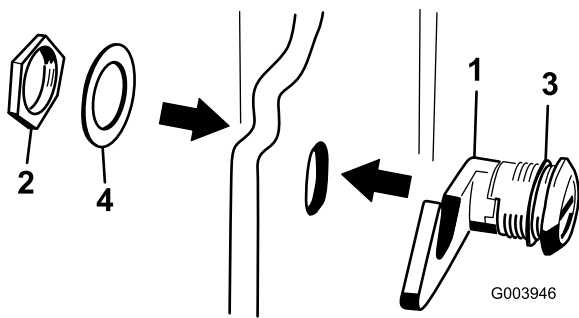

Figura 6
3. Retire la tuerca del conjunto de cierre del capó (Figura 6).
- Desde fuera del capó, introduzca el enganche del cierre a través del taladro del capó y asegúrese de que la junta de goma queda en el exterior del capó (Figura 6).